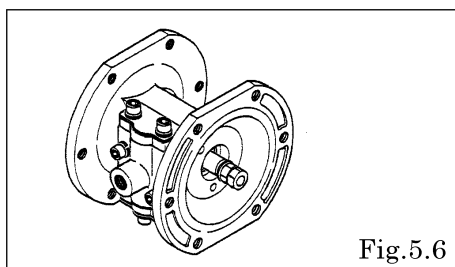

Fig.5.6
- ・ダブルナットを使用して反対側のセンターディスク（外側）を外し、ダイアフラム、センターディスク（内側）を取り外す。〔Fig.5.6〕